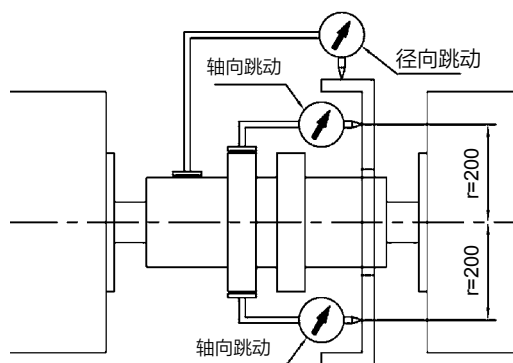

图 2 联轴器找正示意图
- 齿轮箱与主电机相连接的输入轴在运转时必须与电机轴同心。为了满足这个需要, 其轴向与径向跳动必须用专用测量装置来测量, 具体如图 2 所示 (要求电机与齿轮箱输入轴同步转动):